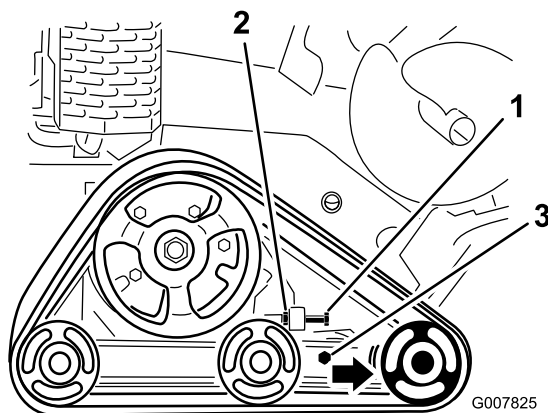

Bild 49
3. Lösen Sie die Klemmmutter an der Spannschraube der Kette und die Klemmschrauben am Spannarm (Bild 49).
4. Ziehen Sie die Spannschraube mit 32,5 bis 40,7 Nm fest, um die Kette zu spannen (Bild 49).
4. Lösen Sie die Spannschraube und Klemmmutter (Bild 49).
5. Lösen Sie die Klemmschrauben (Bild 49).